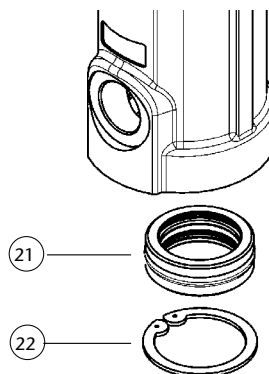

Fig. 11
1. Suivre les instructions données pour remplacer le moteur d'air jusqu'au moment d'extraire le piston (10) du corps moteur.
2. Retirer l'anneau de sécurité (22) ainsi que l'ensemble des colliers (21) (fig. 11) du corps du moteur d'air. Remplacer ces pièces si nécessaire.